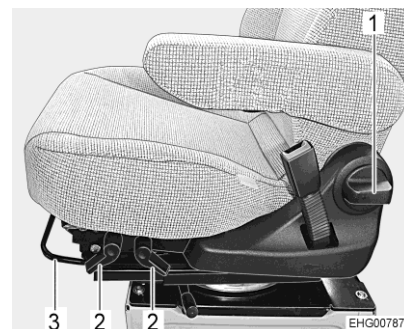

Bild 21 Stolsinställning
- Drag upp bygeln (Bild 21,3).
- Dra den främre eller bakre spaken (Bild 21,2) uppåt eller nedåt. Med den främre spaken justeras den främre lutningsvinkeln. Med den bakre spaken justeras den bakre lutningsvinkeln.
- Vrid ratten (Bild 21,1). Beroende på vridriktning lutar ryggstödet framåt eller bakåt.